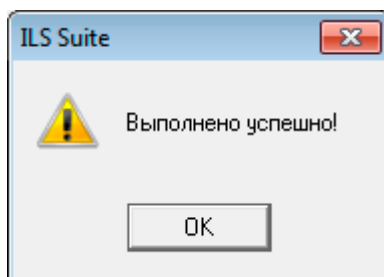

Рис. 11-20 – Информационное сообщение о перезаписи параметров надежности для выбранного компонента
5) В результате значения выбранного параметра надежности для данного компонента будет перезаписано и выведено информационное сообщение (рис. 11-20).